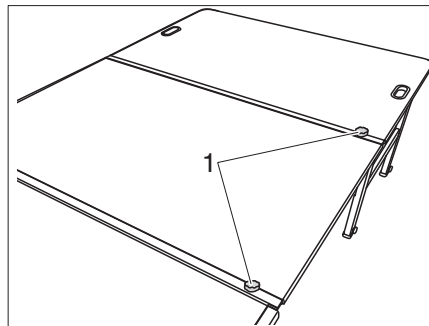

Figure 34 Mettre en place la sécurité
- Serrer les vis étoiles (Figure 34, 1) dans les deux raccords de rails pour les fixer.